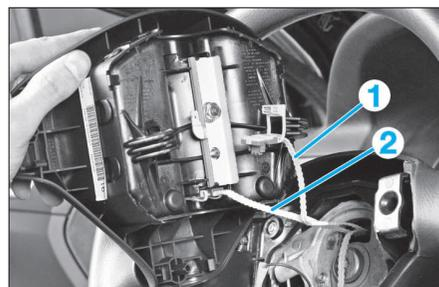

FIG. 2
- Débrancher les connecteurs du module d'airbag (1 et 2) ainsi que le fil de masse (Fig.2).